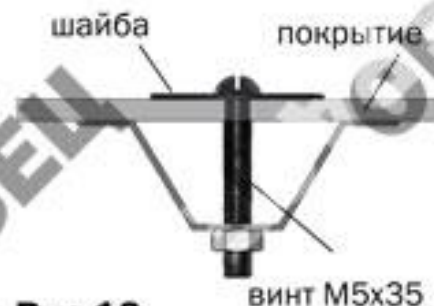

Рис.18
3. Установите боковые куски покрытия торца в соответствии с **рис.16**. Придерживая кусок покрытия, закрепите его винтами с шайбами по деталям **6, 7, 8** (**рис.18**), и по уголкам с помощью самонарезных винтов. Отверстия для винтов выполняются сверлом диаметром 5 мм изнутри теплицы через готовые отверстия в деталях каркаса. Установите
5. Закрепите куски покрытия на двери шайбами (**рис.18,19**), сделав выпуск покрытия по одной стороне (**рис.23**), предварительно закрыв соты (оклеив их скотчем). Профили уплотнительные устанавливаются по контуру дверей в соответствии с рисунками **19,21,22**.